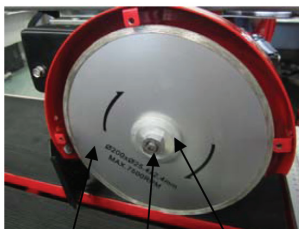

Рис. 5
2. Удерживая ключом шпindelь, вторым гаечным ключом открутите зажимную гайку (2) диска (3) (по часовой стрелке) и снимите внешний фланец шпинделя (4) (Рис. 5).